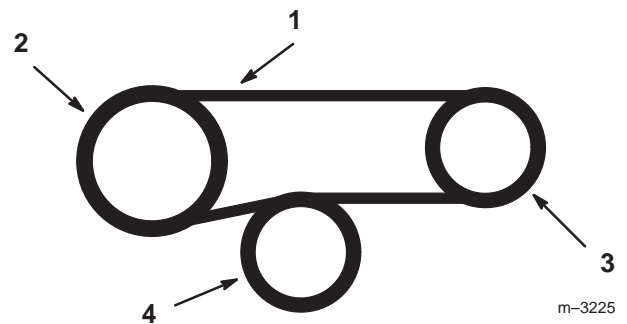

Figure 86
5. Passez la courroie neuve par-dessus l'embrayage et installez-la autour de la poulie du boîtier d'engrenage et sur la poulie de tension rappelée par ressort (Fig. 86).